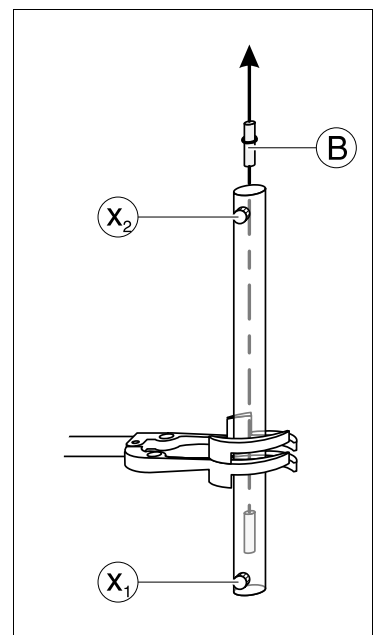

Fig. 8.5
- Desserrer la vis x₁ et tout en tenant le porte-ruban (B), enlever la vis x₂ (Fig. 8.5).
- Aflojar el tornillo x₁ y con el soporte de la cinta fijo (B) retirar el tornillo x₂ (Fig. 8.5).